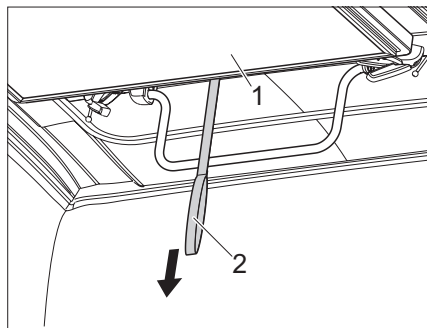

Bild 36 Liegefläche nach unten ziehen
- ▶ Liegefläche (Bild 36,1) am Gurt (Bild 36,2) nach unten ziehen.
- ▶ Vor dem Schließen des Aufstelldachs die Liegefläche (Bild 36,1) herunterziehen. Liegefläche und Aufstelldach nicht gleichzeitig herunter ziehen.